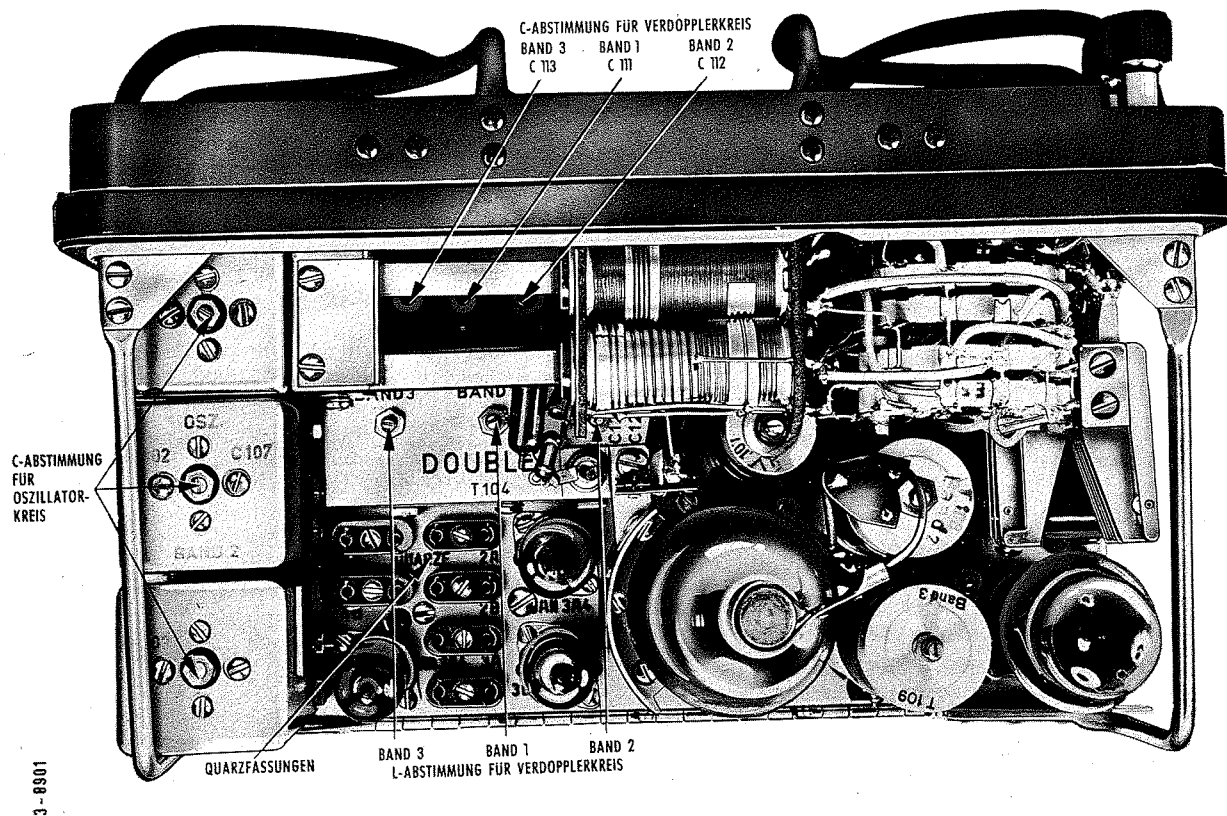

Bild 118 Sender-Abstimmpunkte, Oberseite
6.5.2 Abstimmung des Senders (Bild 118 und 119):